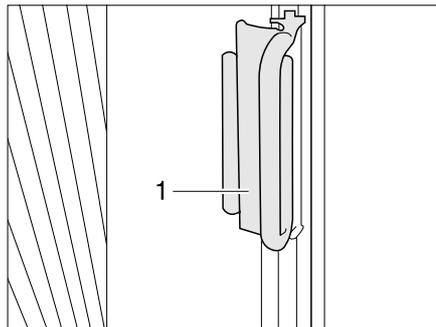

Bild 11 Griff faltverdunklung Frontscheibe
- Die faltverdunklungen für die Frontscheibe mit den Griffen (Bild 11,1) unter die Abdeckungen an den A-Säulen schieben und den Griff auf der Abdeckung feststecken. Die faltverdunklung ist gesichert.